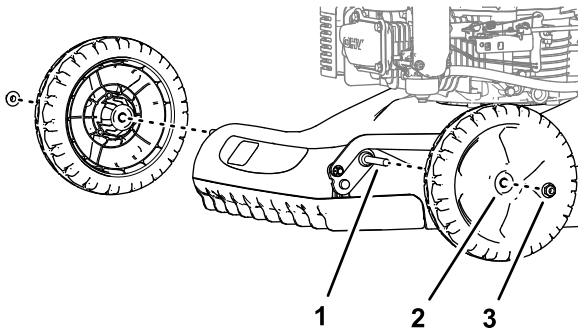

Figura 5
1. Remova a porca de bloqueio flangeada ( $\frac{3}{8}$  pol.) que prende a roda ao eixo e remova a roda (Figura 5).